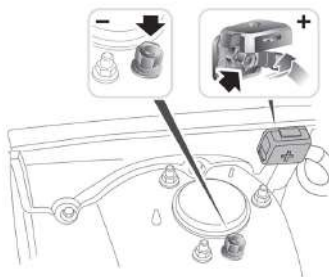

Figura 3.1.2
**NÃO TESTAR ATRAVÉS DOS PONTOS DE INICIAÇÃO.** Para modelos que seguram a bateria sob o assento ou no porta-malas, o fabricante normalmente inclui os pontos de iniciação sob o capô (ver Figura 3.1.2) para facilitar o início de partida. Entretanto, para garantir a precisão dos dados e a segurança de operação, **NÃO CONECTE O TESTADOR DE BATERIA AOS PONTOS DE INICIAÇÃO.**